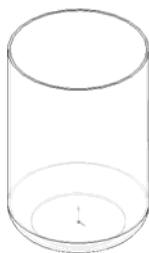

图 3-79 旋转特征
- 4) 单击按钮从而生成薄壁旋转特征, 如图 3-79 所示。